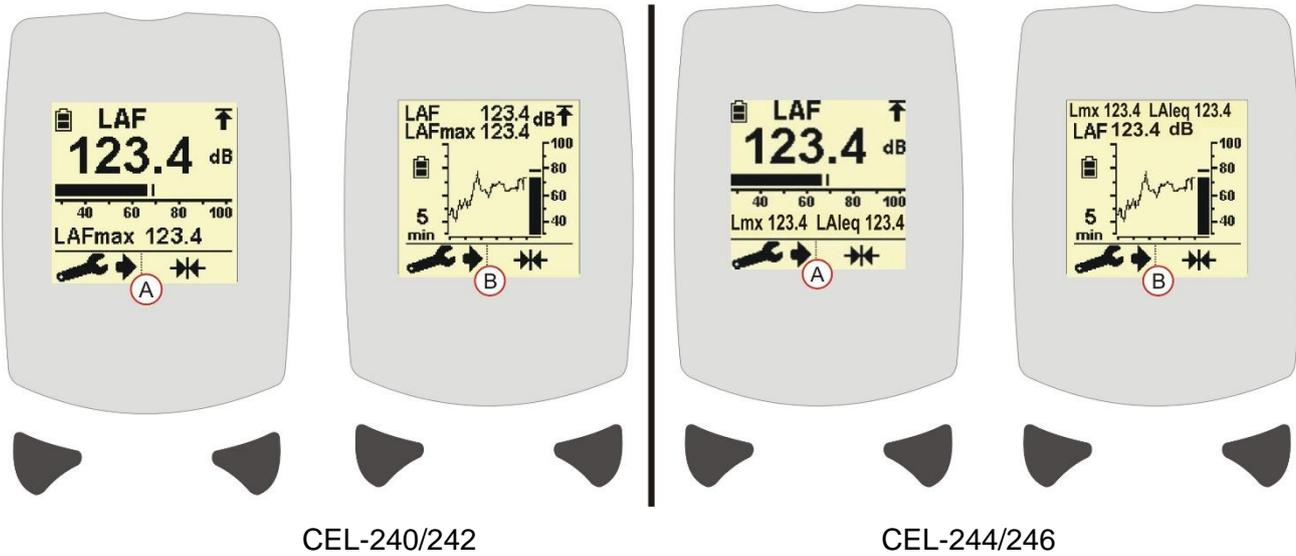

Figura 4 Pantallas de gráfico de barras e historial cronológico de la serie CEL-200
4. Se visualizará un gráfico de barras (consultar la Figura 4 [A]) o historial cronológico (consultar la Figura 4 [B]). Consultar AJUSTES DEL INSTRUMENTO para cambiar las ponderaciones de tiempo y frecuencia, o para cambiar el tipo de visualización.